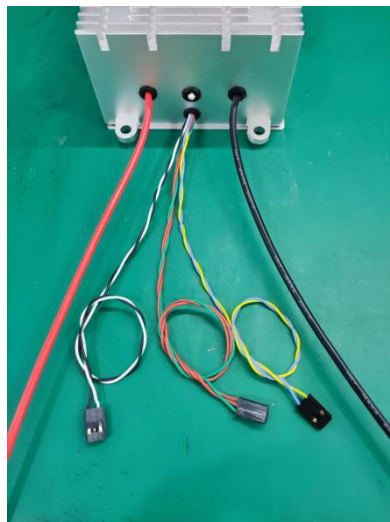

图 1 电调线色定义
1.1 电源线：上图 1 中粗红 14AWG 硅胶线为电源正极输入，粗黑 14AWG 硅胶线为电源负极输入；
1.2 油门信号线：上图 1 中黑色 3P 斜口杜邦头中细 2 色（黑、白）为油门信号线，黑色线为信号地线，白色线为 PWM 信号输入线，默认油门范围在 1150 ~ 1950us；
1.3 串口通信线：上图 1 中黑色 3P 斜口杜邦头中细 3 色（棕、红、绿）为串口通信线，棕色线为信号地线，红色线为电调信号（TTL 电平）接收线（RX），绿色线为电调信号（TTL 电平）输出线（TX），输出信息内容有通信协议版本、输入电压、输入电流、输入油门、芯片温度、外部电阻、通信计数、输出频率、输出电流、输出油门、模块温度、电调状态；
1.4 CAN 通信线：上图 1 中黑色 3P 斜口杜邦头中细 2 色（黄、蓝）为 CAN 通信线，黄色线为 CAN-H，蓝色线为 CAN-L。